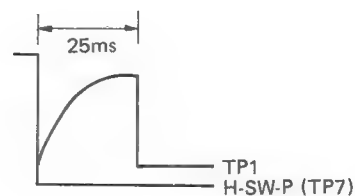

Abbildung 44
3. Auf dem Oszillographen (–) synchronisierte Steigung wählen und R7744 so einstellen, daß die in Abbildung 44 gezeigte Anforderung erfüllt wird.